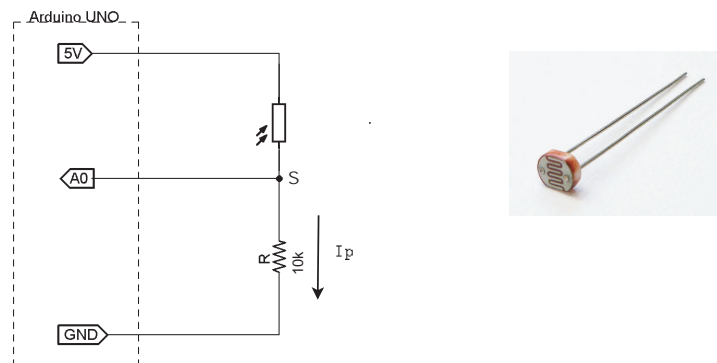

図 4.5: CdS 光センサ (右図) にあたる光の量で変化する電圧変化を Arduino で観測する回路図
可視化実験 (1) の課題 3.1.4 では、図 4.5 に示す回路を Arduino とブレッドボードを用いて構成し、光センサ (照射光が強いほど電気抵抗が減少する素子、極性なし) にあたる光の量によって変化する